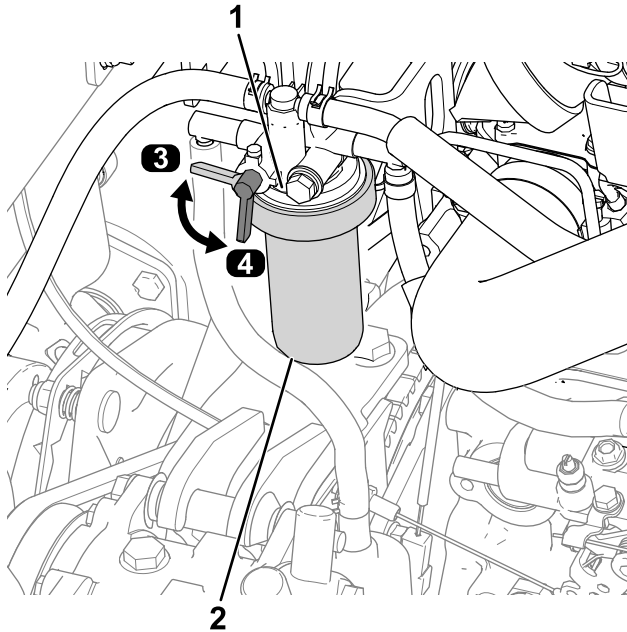

Figure 59
1. Tournez le levier du robinet d'arrivée de carburant à la position FERMÉE (Figure 59).
2. Nettoyez la surface autour de la tête du filtre à carburant (Figure 59).
3. Déposez le filtre et nettoyez la surface de montage de la tête du filtre (Figure 59).
6. Tournez le levier du robinet d'arrivée de carburant à la position OUVERTE (Figure 59).